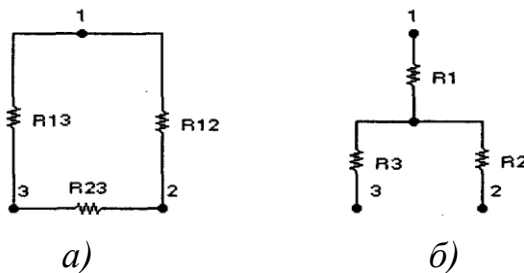

Рисунок 5– Включение сопротивлений треугольником (а) и звездой (б)
3. Преобразование треугольника сопротивлений (рис. 5, а) в эквивалентную звезду сопротивлений (рис. 5, б) и наоборот. Формулы преобразований имеют следующий вид:
6. Какие законы используются при расчете токов ветвей методом наложения? Выполните расчет токов в ветвях схемы на рис. 5. методом наложения при $E_1=48$ В и $E_2=45$ В. Сравните полученные данные с результатами моделирования.